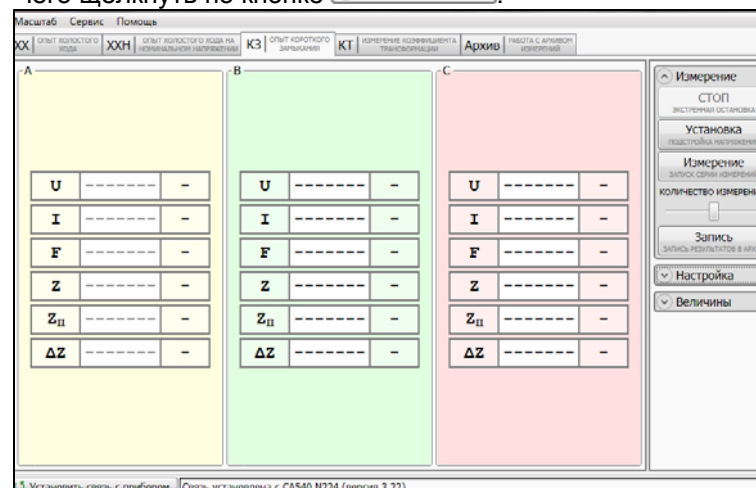

Рисунок 7.23
13) Свернуть поле "Величины", для чего щелкнуть по кнопке и развернуть поле "Измерение" (рисунок 7.23), для чего щелкнуть по кнопке .
15) Включить режим установки напряжения внешнего источника питания, для чего щелкнуть по кнопке в поле "Измерение" (рисунок 7.23).
выбрать нужное значение (рисунок 7.23).